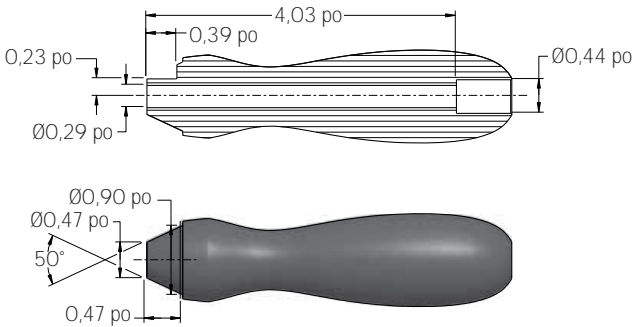

Figure 4 : Modèle de poignée
Cependant, les dimensions du tenon conique, de la profondeur du trou de l'écrou de la poignée ainsi que de l'encoche sur le tenon doivent respecter celles indiquées dans la **figure 4** pour que l'ajustement de la poignée et du dos soit adéquat.
1. Le tenon doit s'insérer parfaitement dans l'orifice du dos. L'angle de conicité doit donc être très précis. Toutefois, le diamètre du tenon peut être légèrement supérieur aux dimensions indiquées à la **figure 4**.
2. Le diamètre du trou de l'écrou de la poignée doit correspondre exactement à celui indiqué à la **figure 4**. Toutefois, la profondeur du trou du boulon de la poignée peut être légèrement supérieure à 4,03 po – ainsi, le trou de l'écrou de la poignée sera moins profond.